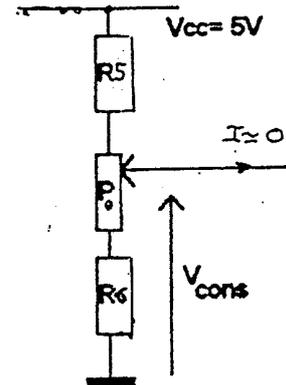

fig 5
4. La tension de consigne est réalisée à partir d'un diviseur de tension figure 5 constitué par un potentiomètre P_0 de $10 \text{ k}\Omega$ associé à deux résistances R_5 et R_6 . Définir les valeurs à donner à ces deux résistances pour que la puissance émise soit dans l'intervalle décrit au C3.